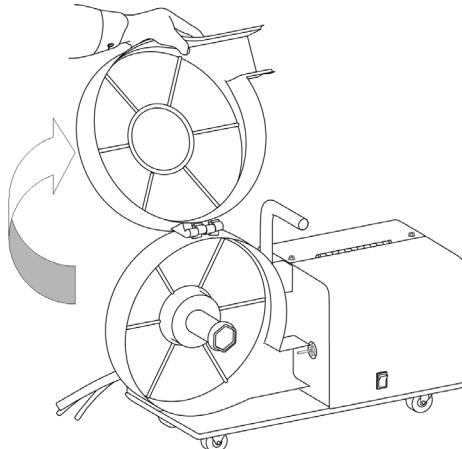

Рис. 8.8. Открытие дверцы защитного кожуха.
4. Откройте защитный кожух сварочной проволоки (См. рис. 8.8).